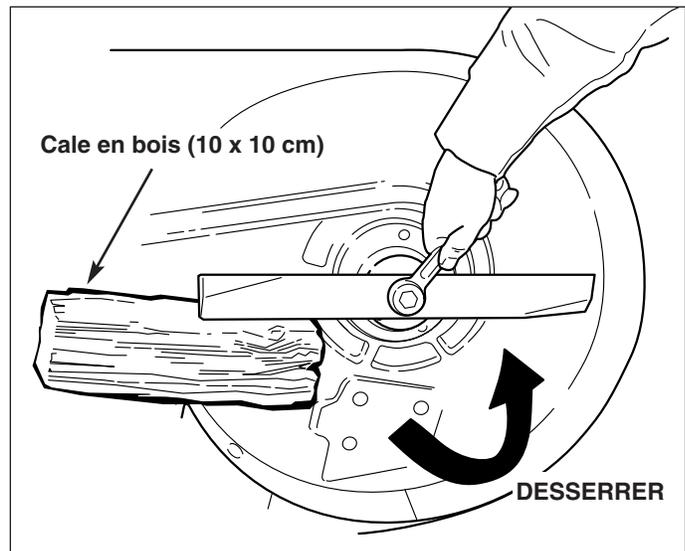

Figure 17. Dépose de la lame
3. Pour retirer une lame pour l'affûter, la bloquer avec une cale en bois afin de pouvoir enlever le boulon de fixation (Figure 17).